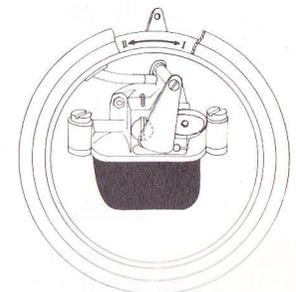

fig 2
- Si, à la suite de cette opération, le moteur a des ratées amener le levier en position intermédiaire (Fig. 2) le moins longtemps possible jusqu'à ce que le moteur ait un fonctionnement régulier.
MOTEUR CHAUD : (Fig. 2)